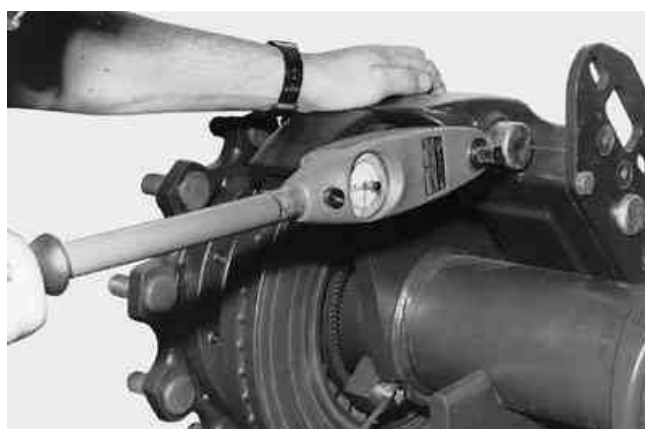

РИС. 23
4. Затяните шесть фиксаторов до величины затяжного момента, приведенного в таблице 2, используя 24 мм - 1/2" приводную квадратную головку. (Рис. 23)